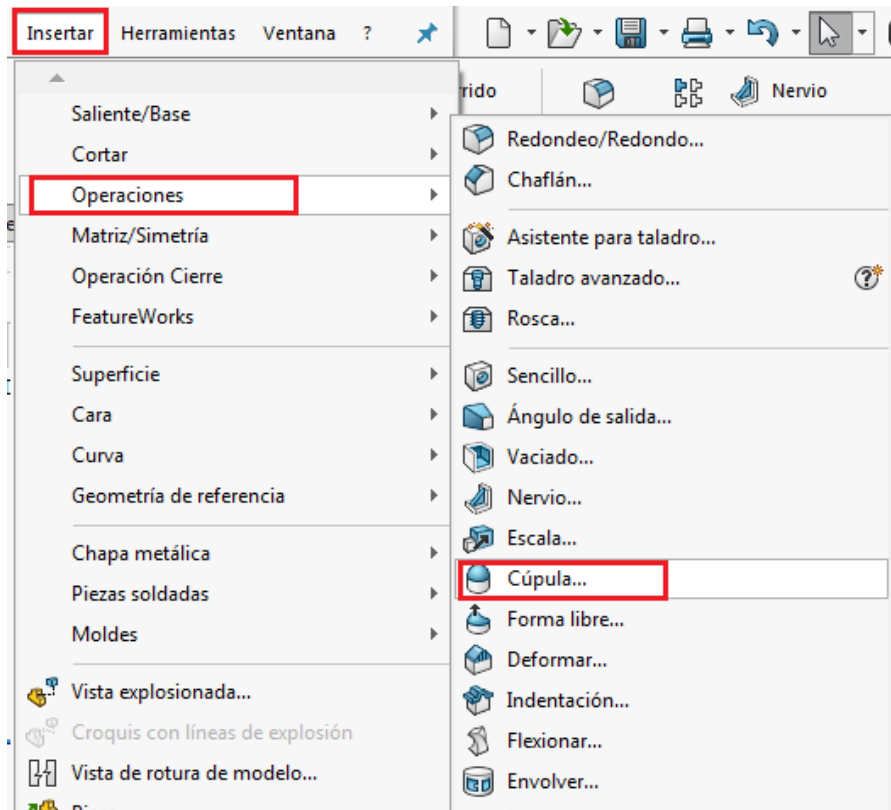

Ilustración 150
Paso 2: se selecciona la operación **Cúpula**  ubicada en la parte superior de la pantalla en la opción insertar, operaciones.(ver ilustración 150).